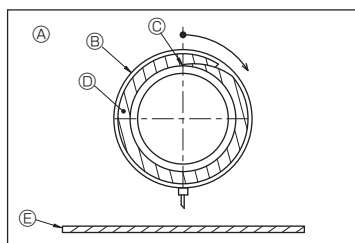

Fig. 3-6
5. Isole a porta de drenagem e o bocal de drenagem com o material de isolamento ⑦, depois ate o material com uma banda. (Tanto o material de isolamento como a banda são fornecidos com a unidade.) (Fig. 3-6)
[Fig. 3-6]